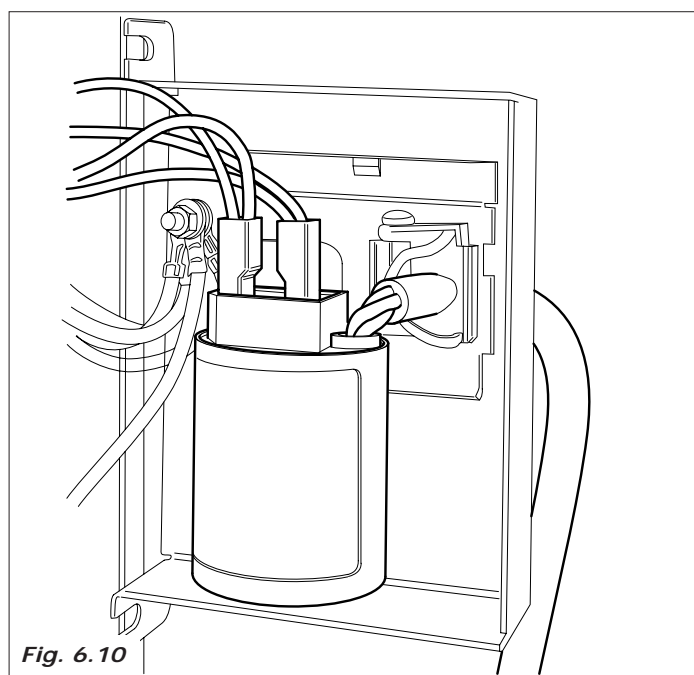

Fig. 6.10
*Ficam sob tensão, a morseta do cabo de alimentação (Fig. 6.10)*